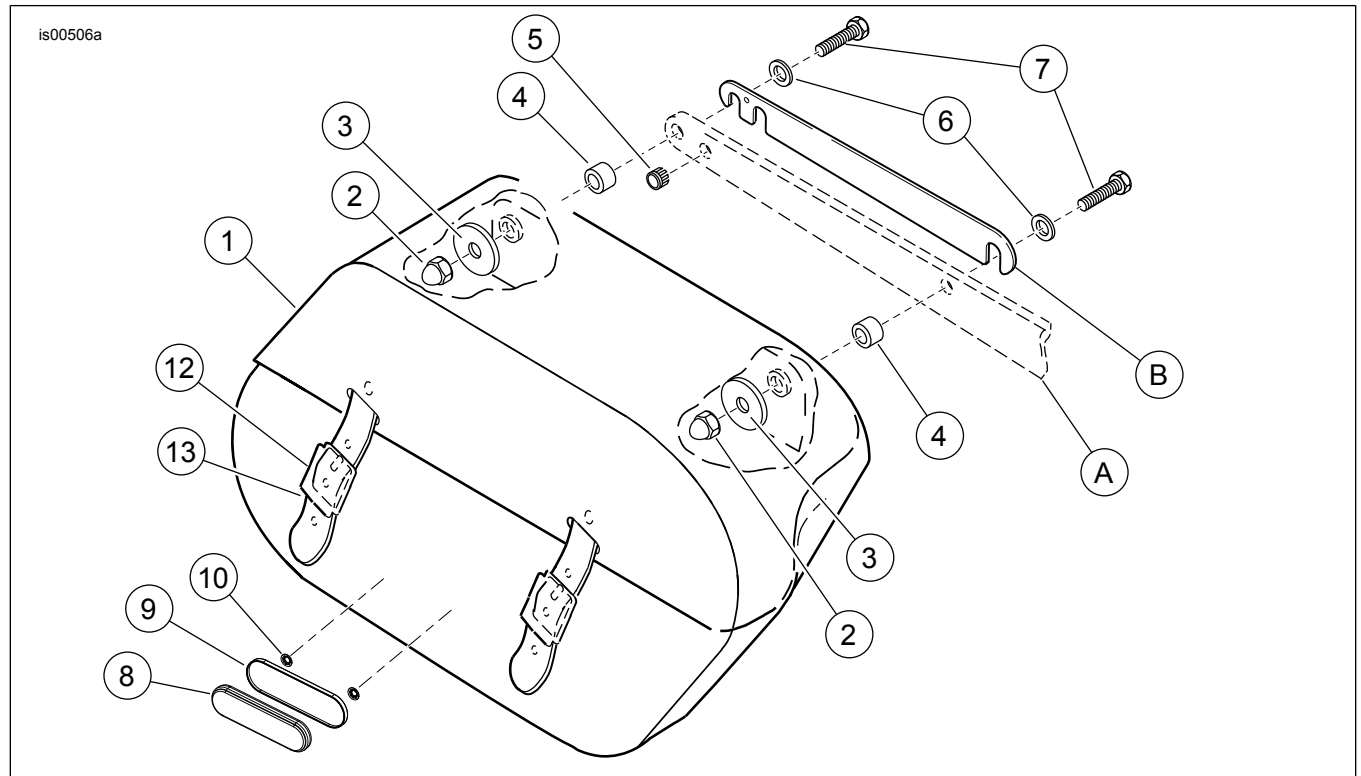

Figure 2. Pièces détachées pour les applications de 2002 à 2005
Voir Figure 2 et Tableau 1.
*Voir Figure 2 pour la procédure suivante.*
2. Installer le bouchon chromé (5) dans le trou de couvercle latéral de garde-boue arrière comme indiqué.
3. Introduire les boulons de trois pouces de long (7) avec les rondelles minces (6) à l'intérieur du garde-boue.
4. Installer les entretoises (4) sur les boulons (7) qui dépassent du couvercle latéral.
- Le véhicule n'est pas équipé d'une entretoise (voir Figure 2).
- Le véhicule n'a pas d'entretoise (voir Figure 2) et des plaques latérales amovibles sont installées.
6. Installer un écrou borgne (2) sur les boulons (7) depuis l'intérieur des sacoches. Serrer les écrous à un couple de 34 N·m (25 ft-lbs).